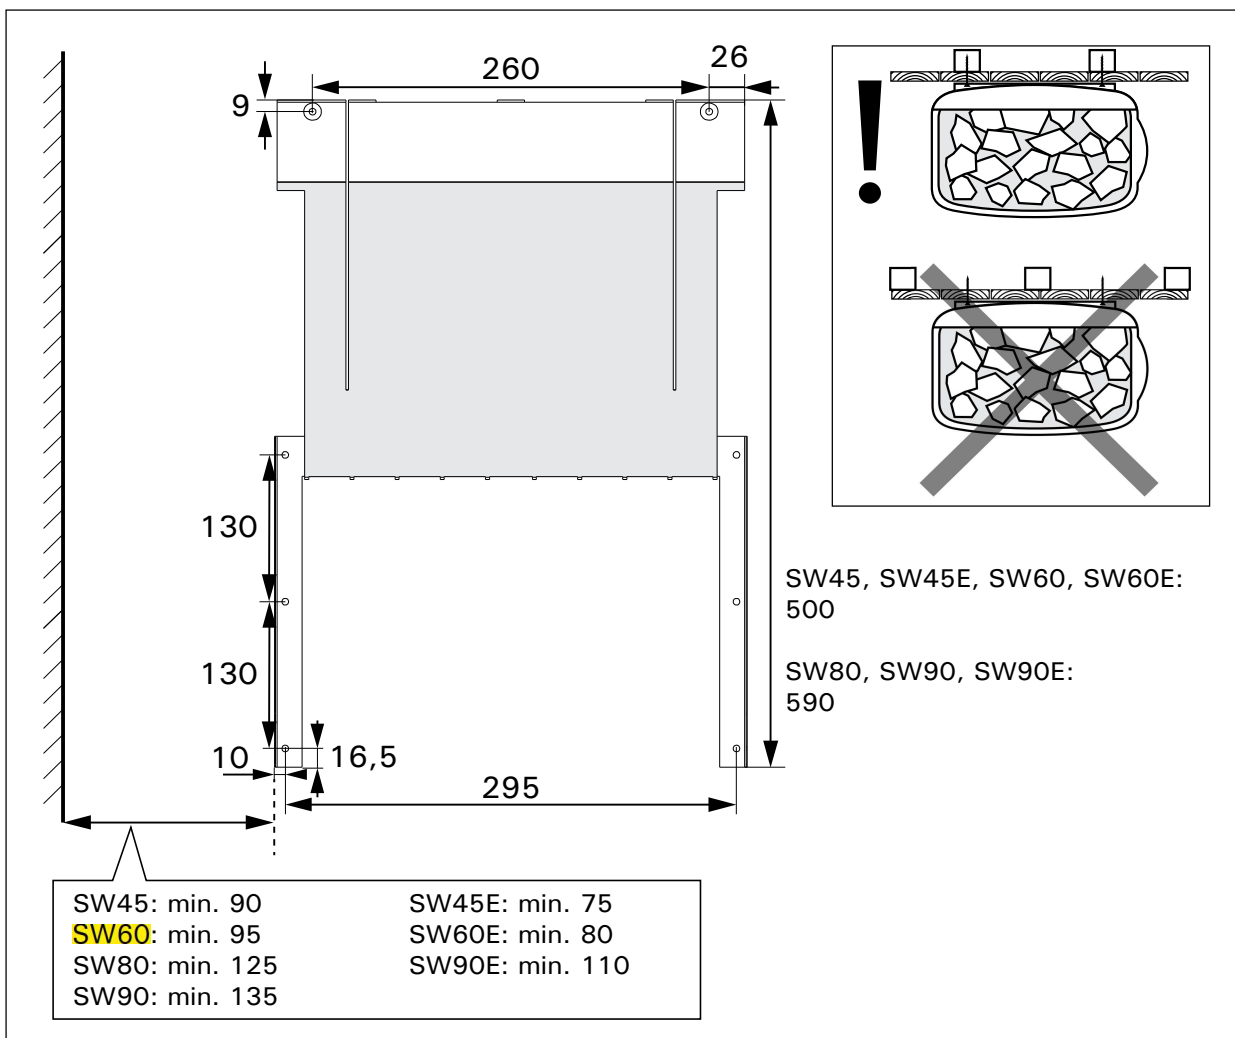
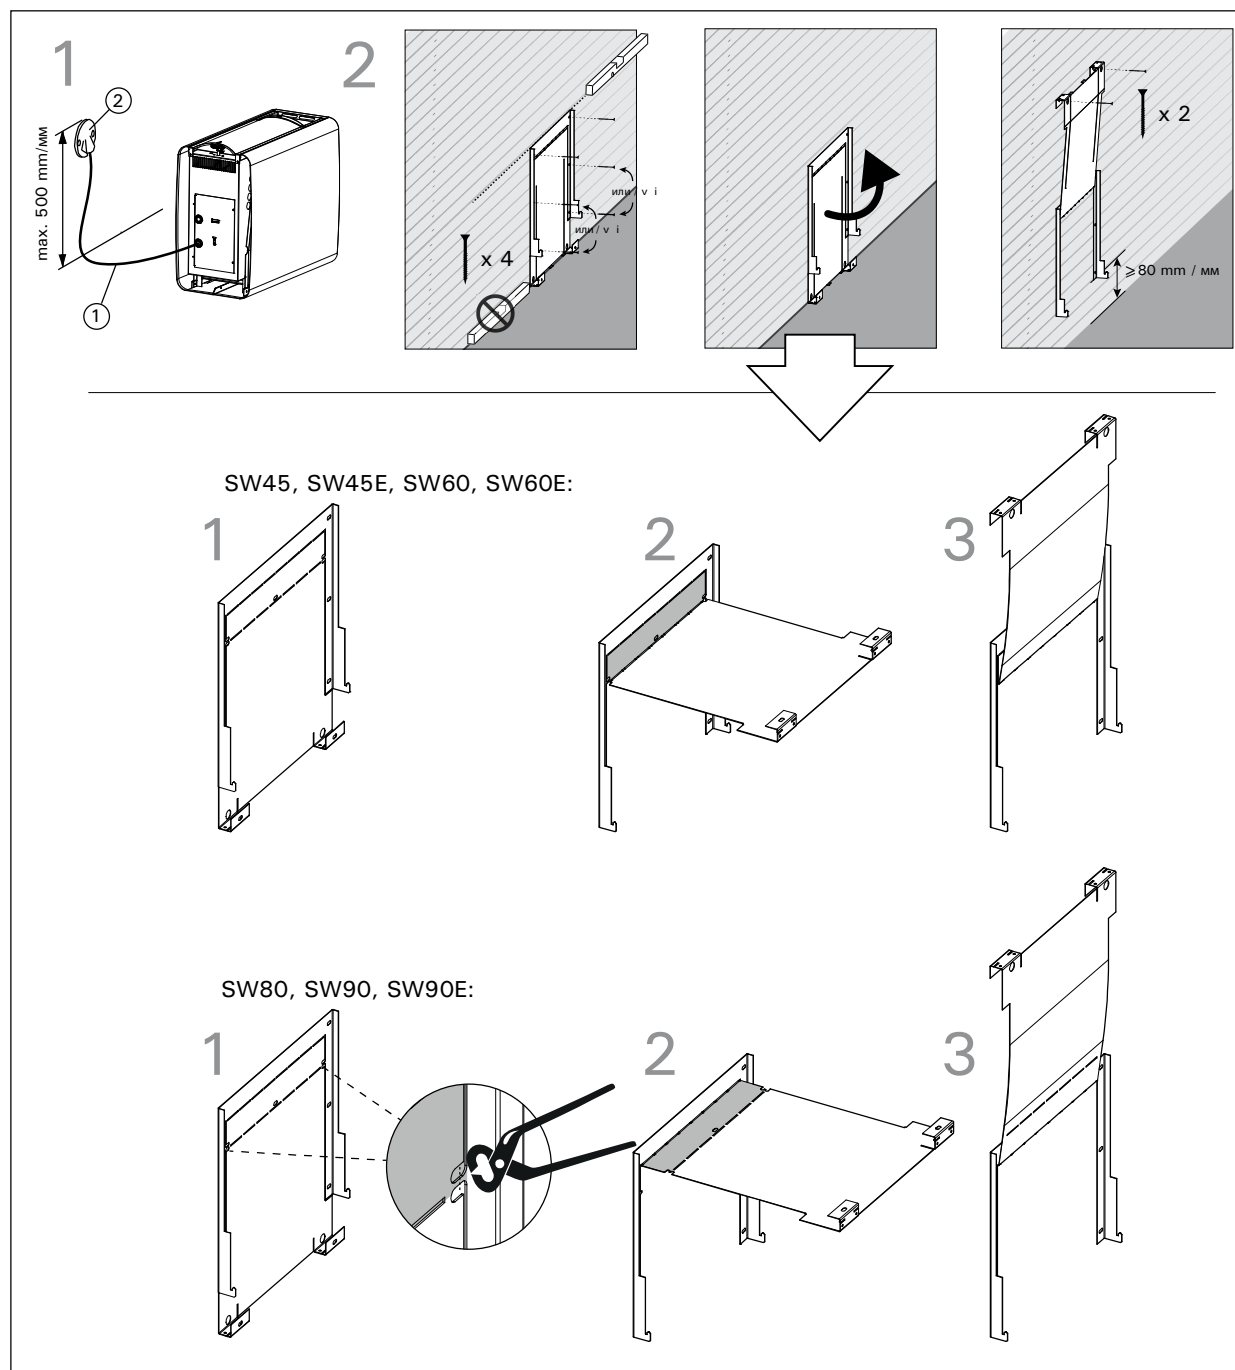

Рисунок 7. Настенный кронштейн, размеры в миллиметрах
Рисунок 8.
- Каменка подключается гибким кабелем к соединительной коробке на стене (рисунок 7:2). Корпус розетки должен быть водонепроницаемым. Расстояние от пола не должно превышать 500 мм.
- В качестве сетевого кабеля (рисунок 7:1) следует использовать резиновый кабель типа H07RN-F или другой соответствующий ему кабель. **ВНИМАНИЕ! Использование кабеля с изоляцией из ПВХ в качестве сетевого кабеля для каменки запрещено по причине недостаточной температурной стойкости.**
- Установите датчик на стену сауны, как показано на рис. 8. При установке каменки от стены далее, чем 100 мм, датчик должен быть установлен на потолке.
1. Подключите кабель питания к каменке (рисунок 8:1).
2. Закрепите настенный кронштейн к стене в горизонтальном положении при помощи подходящих крепежных материалов. Убедитесь, что каменка держится не только на обшивочной доске (рисунок 7). При установке учитывайте наклон пола (рисунок 8:2). Настенный кронштейн устанавливается автоматически на безопасную высоту не менее 80 миллиметров.